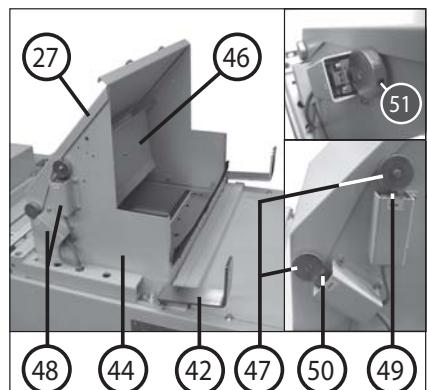

Fig. 5
- 44 = Tramoggia (fig. 5)
- 45 = Cavo di estrazione (fig. 5)
- 46 = Sportello di commutazione (fig. 5)
- 47 = Camma (fig. 5)
- 48 = Copertura interruttore (fig. 5)
- 49 = Finecorsa S8 (fig. 5)
- 50 = Finecorsa S9 (fig. 5)
- 51 = Perno filettato (fig. 5)
MONTAGGIO DELLA TRAMOGGIA (44) (fig. 5):
- Allentare la sicurezza di trasporto (legatore) alla porta di rimozione (31) e orientare la porta verso il basso.
- Togliere la tramoggia (44) dalla zona di compressione, come illustrato, piazzarla sopra l'apertura di riempimento e servendosi delle 7 viti ad esagono cavo M6x12 fissarla dall'interno alla pressa.
- Smontare ambedue le coperture interruttore (48). Fissare il finecorsa S8 (49) con 2 viti M4x40 e dadi M4 al di sotto della camma dello sportello di commutazione (47). Svitare il perno filettato (51) (chiave a brugola 2,5 mm), ruotare la camma in posizione e serrare di nuovo il perno filettato.